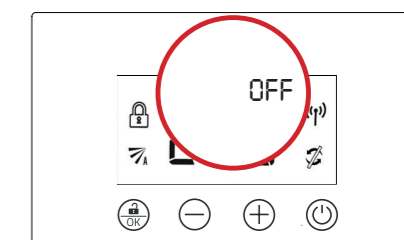

Fig.5
2.6. Premere il tasto per confermare e visualizzare Zona 4 ON (fig. 5).